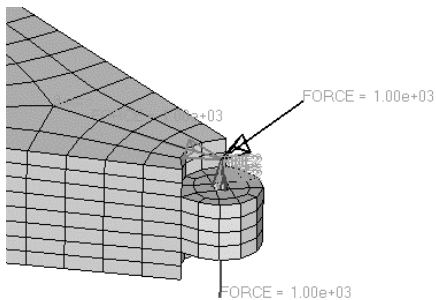

图 8-24 节点 2699 处三个方向的载荷
- (10) 单击 nodes，选择 by id。
- (11) 输入节点号 2699，按〈Enter〉键。
- (12) 单击 `magnitude=`, 输入 1000.0, 按 `<Enter>` 键。
- (13) 单击 `magnitude=` 下面的方向定义开关, 并在弹出菜单中选择 `y-axis`。
- (14) 单击 `create` 按钮, 在节点 2699 的 `y` 轴方向施加 1000 单位的集中力。
- (15) 在左边窗口单击 `LoadCollectors`, 右键单击 `Pothole` 并单击 `Make Current`, 即可将 `Pothole` 设置为当前的工况。
- (16) 单击 `nodes`, 选择 `by id`。
- (17) 输入节点号 2699, 按 `<Enter>` 键。
- (18) 单击 `magnitude=`, 输入 1000.0, 按 `<Enter>` 键。
- (19) 单击 `magnitude=` 下面的方向定义开关, 并在弹出菜单中选择 `z-axis`。
- (20) 单击 `create` 按钮, 在节点 2699 的 `z` 轴方向施加 1000 单位的集中力, 如图 8-24 所示。
- (21) 单击 `return` 按钮回到 `Analysis` 页面。